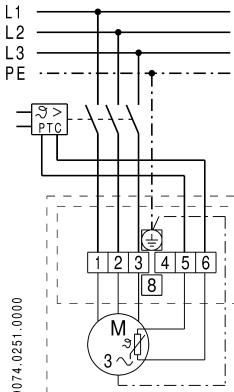

Figura 2: Schema di collegamento
La temperatura nel motore del ventilatore è sorvegliata per mezzo di termistori PTC. I termistori PTC (morsetti 5 e 6 nella cassetta terminale, figura 2) devono essere collegati ad un sistema di scatto (dispositivo di sicurezza secondo la Direttiva 94/9/CE), che stacchi durevolmente il ventilatore dalla rete in caso di temperature troppo alte.
Il ventilatore all'origine è collegato in modo che nel collegamento alla rete, eseguito come nello schema di collegamento (figura 2), fornisca la massima portata possibile. Nella versione standard risultano in tal caso il senso di rotazione e di mandata secondo la tab. 2.
- Il senso di manda può essere invertito. A tale scopo, a differenza dalla figura 2, la linea di rete L2 deve essere collegata al morsetto 1 e la linea L1 al morsetto 2 (inversione dei conduttori di fase) (figura 2). Prestare attenzione che in seguito a ciò